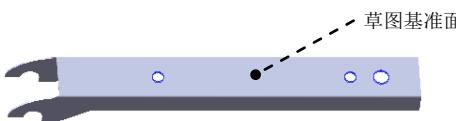

图 12.6.8 切除一拉伸 1
Step5. 创建图 12.6.8 所示的切除一拉伸 1。
- (1) 选择命令。选择下拉菜单 **插入(I)** \rightarrow **切除(C)** \rightarrow **拉伸(E)...** 命令。
- (2) 定义特征的横断面草图。
- ① 定义草图基准面。选取图 12.6.8 所示的表面作为草图基准面。